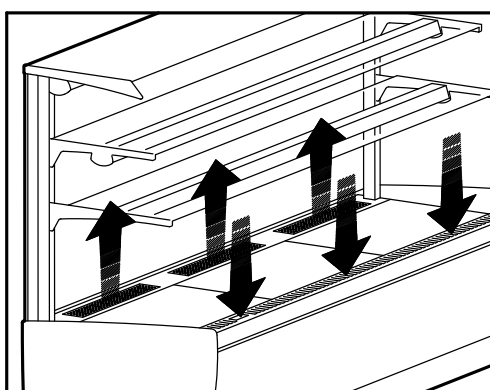
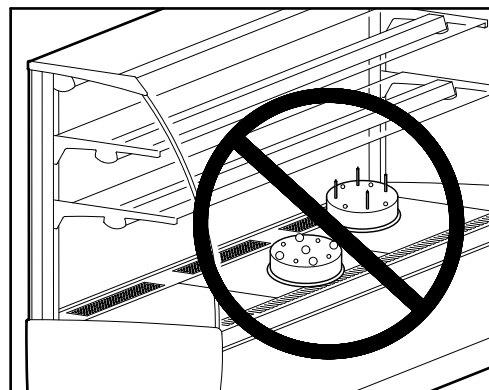

Рис. 16
Рис. 17
- Нельзя закрывать продуктами отверстия подачи холодного воздуха, иначе циркуляция воздуха будет недостаточной (**Рис. 16 и Рис. 17**).